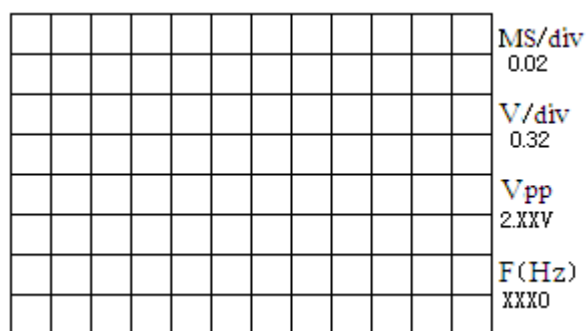

图 1-34-4
(1) 按一下微动按钮 S3（波形选择），发光二极管 LED1 点亮，屏幕上有波形扫描线移动出现，屏幕移动波形扫描线较多，右边相关数据出现变化如图 1-34-4 所示（图中 X 表示该数字为浮动数字，以下相同）。